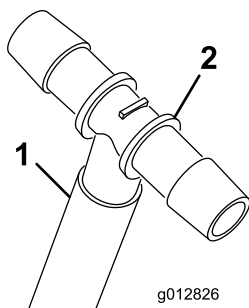

Figura 16
A. Inserite una fascetta stringitubo sul flessibile corto e poi inserite il raccordo a T nell'estremità del flessibile corto (**Figura 16**).